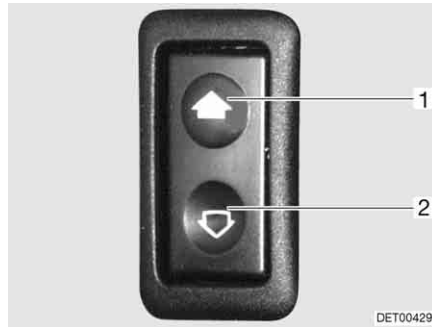

Fig. 20 Interrupteur pour lève-vitres électriques
- Appuyer sur la partie inférieure du commutateur (Fig. 20,2).
- Appuyer sur la partie supérieure du commutateur (Fig. 20,1).